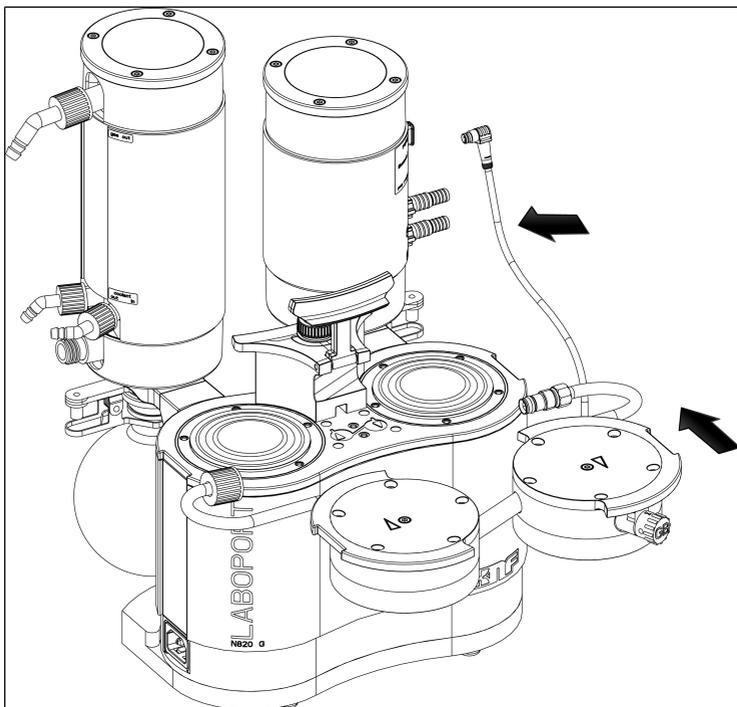

图21: 安装泵头
7. 将两个泵头（包括泵头连接板（3）、中间板（6）及阀片/密封件（4）和压力板（2））连同连接管通过铅笔画线装到泵壳上（参见图 21）。